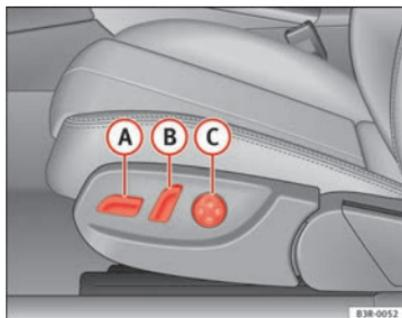
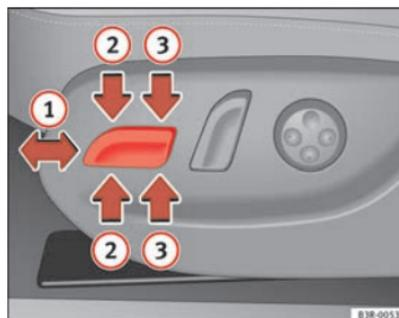

Abb. 107 Vordersitz:
Abb. 108 Vordersitz:
- Bewegen Sie den Schalter **A** ⇒ Abb. 107 nach vorn oder nach hinten **1** ⇒ Abb. 108 ⇒ **!**.